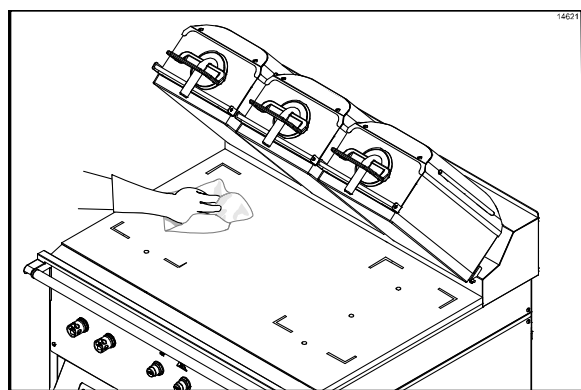

图 65
37. 用干净并浸湿消毒液的煎炉抹布清洗下煎炉表面。(请见图 65)